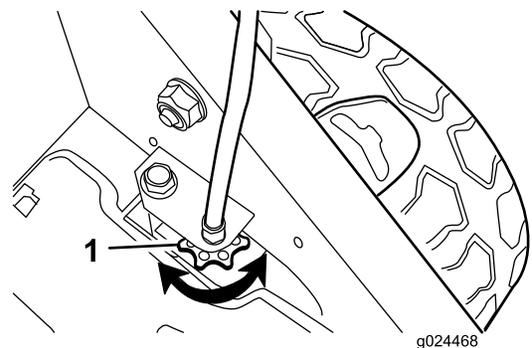

Figura 26
8. Usando el dedo, unte la junta del filtro de aceite nuevo con aceite (Figura 26).
- Si las ruedas no giran al apretar la barra de autopropulsión, la correa de transmisión está demasiado floja. Gire el mando de control de la transmisión de las ruedas (Figura 26) una vuelta en sentido horario y repita los pasos 4 a 6.
transmisión está demasiado apretada. Gire el mando de control de la transmisión de las ruedas (Figura 26) una vuelta en sentido antihorario y repita los pasos 4 a 6.